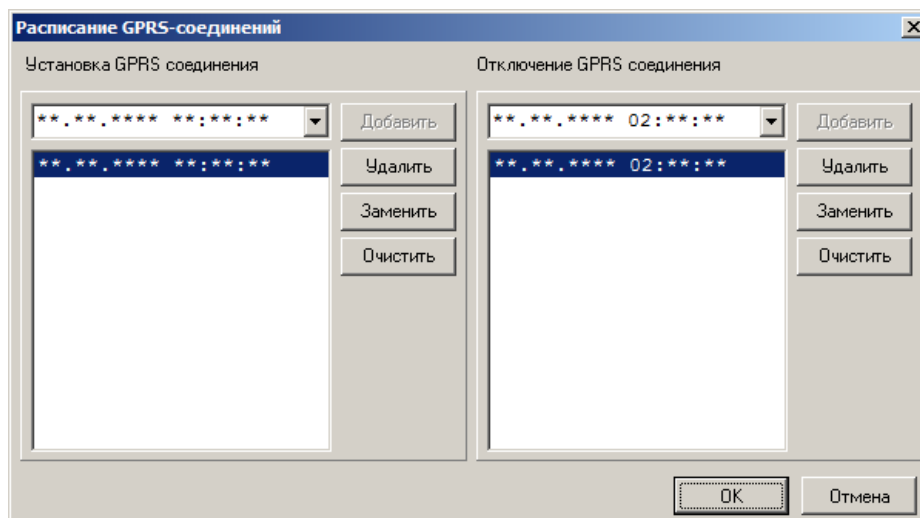

Рисунок 6 – Окно «Расписание GPRS -соединений».
2. Расписание GPRS-соединения – это время установки и разрыва GPRS-соединения (см. Рисунок 6). Значения времени задается в виде шаблона – дата и время, если в какой либо позиции стоит символ «*», то значение в этой позиции может быть любым, например `**.*.*.*.*.*.*.*.*0:*` означает начало попытки установки соединения с периодичностью в 10 минут. Соответствующим образом задается время отключения GPRS. Шаблон `«**.*.*.*.*.*.*.*01:1*:*»` означает, что разрыв соединения будет происходить каждый день в диапазоне времени с 1:10:00 по 1:19:59.